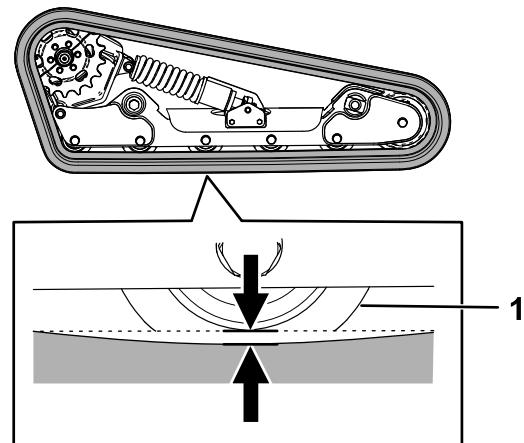

Figura 56
Sollevate/supportate 1 lato della macchina e, utilizzando il peso del cingolo, verificate che la distanza tra la parte inferiore del bordo della ruota motrice e il cingolo sia pari a 13 mm, come illustrato nella Figura 56. In caso contrario, regolate la tensione dei cingoli eseguendo la procedura di seguito riportata.
5. Utilizzando un cricchetto di trasmissione da $\frac{1}{2}$ ", ruotate la vite di tensione fino a quando la flessione del cingolo non è pari a 1,3 cm, come illustrato nella Figura 56.
9. Verificate che la flessione del cingolo sia pari a 1,3 cm, come illustrato nella Figura 56. All'occorrenza regolate.
20. Utilizzando un cricchetto di trasmissione da $\frac{1}{2}$ ", ruotate la vite di tensione in senso antiorario fino a quando la flessione del cingolo non è pari a 1,3 cm, come illustrato nella Figura 56.
25. Verificate che la flessione del cingolo sia pari a 1,3 cm, come illustrato nella Figura 56.